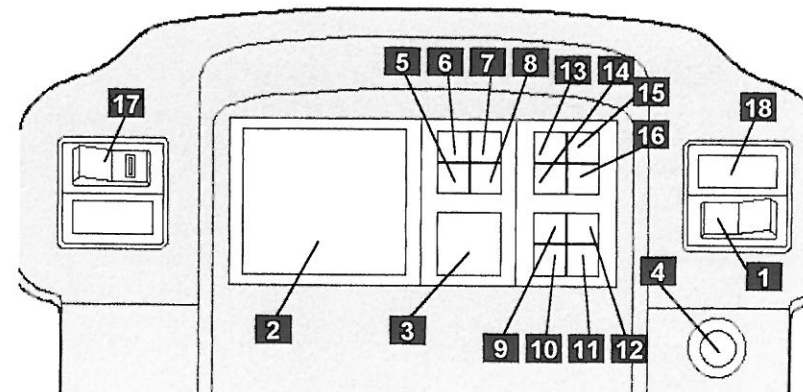
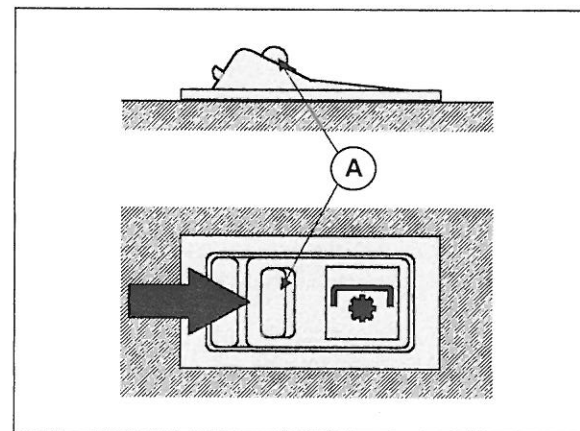

Abb. 12
Abb. 15
Diese wird zum Feststellen des stillstehenden Traktors und im Notfall auch als Ersatz für die Betriebsbremse verwendet, um den Traktor zum Stillstand zu bringen. Betätigt wird die Handbremse durch das Anziehen des Hebels. Ein Warnlicht (Pos. 5 am Armaturenbrett) zeigt die "angezogene" Handbremse an (Abb. 12).
**17. SCHALTER FÜR DIE ZAPFWELLENKUPPLUNG (Abb. 15)
Die Zapfwellenkupplung wird durch den auf der linken Seite des Armaturenbretts befindlichen Knopf eingeschaltet. (s. Abb. 12). Der Knopf ist mit einer Sicherheitseinrichtung zum Schutz vor unbeabsichtigter Einschaltung ausgestattet; bevor Sie den Knopf betätigen, bewegen Sie daher den Hebel A, wie auf Abb.15 dargestellt.